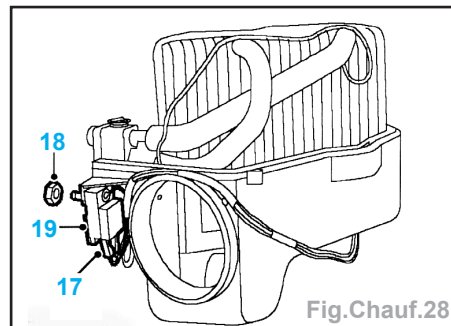

Fig.Chauf.28
- les 3 vis (13) du carter de l'évaporateur,
- le demi-carter (14) supérieur de l'évaporateur,
- l'isolement (15) du faisceau tubulaire de l'évaporateur.
- Dégager le tuyau (16) du thermostat et le mettre sur le côté.
- Débrancher les connecteurs (17) du thermostat (Fig.Chauf.28).